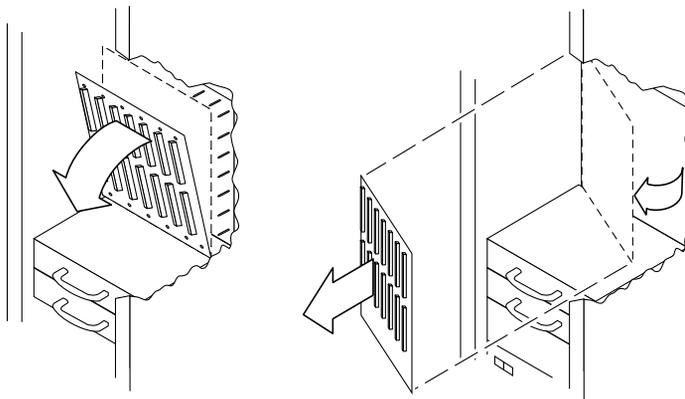

図 11-8 システムセンタープレーンの取り外し — Sun Fire E6900 システム
14. 次の手順で、センタープレーンを取り外します (図 11-8)。
1. シャーシキャビネットの間にセンタープレーンを挿入し、位置を調整します (図 11-8)。